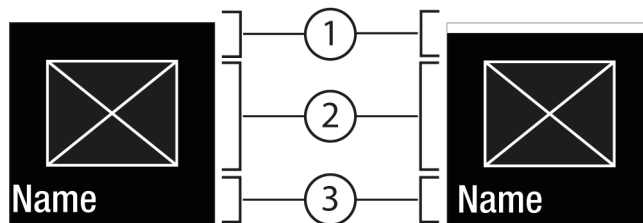
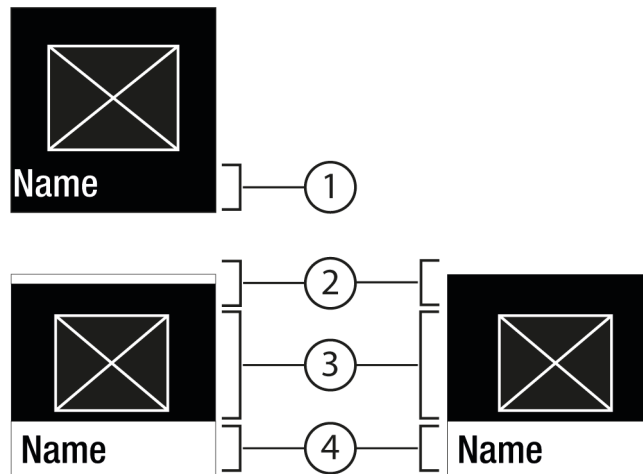

Fig. 6
Fig. 7
- Pomocí Potvrzení Fig. 5 (2) vyvolejte podmenu Fig. 7 (4).
- Nastavení nové hodnoty: Vyberte pomocí Potvrzení *Fig. 5 (2)* deaktivovanou hodnotu *Fig. 6 (1)*.
- Zpět do menu: Vyberte pomocí Potvrzení *Fig. 5 (2)* již aktivovanou hodnotu *Fig. 6 (2)*.
- ▷ Stav: aktivováno *Fig. 6 (1)* se krátce zobrazí v podmenu *Fig. 7 (4)*.